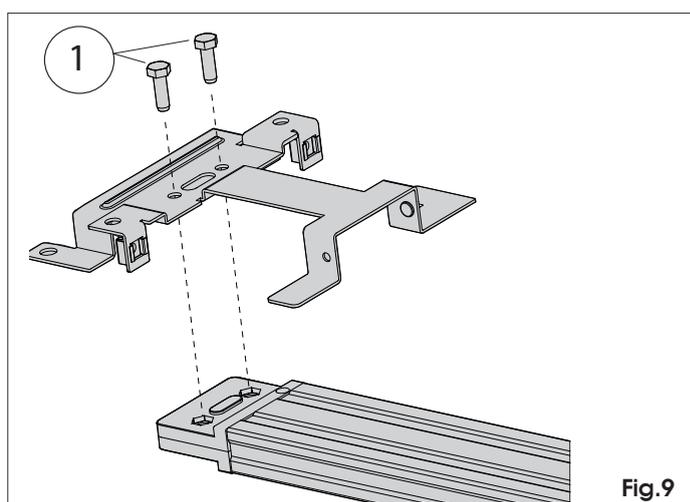

Fig.9
Avant de fixer le rail de guidage au plafond, assembler la patte d'attache postérieure dans le logement spécifique du groupe d'embrayage de la traction et serrer les vis d'après la Fig. 9 ref. ①.